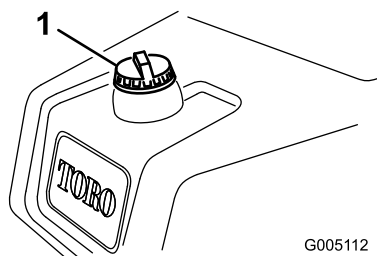

Figure 30
1. Nettoyez la surface autour du bouchon du réservoir de carburant (Figure 30).